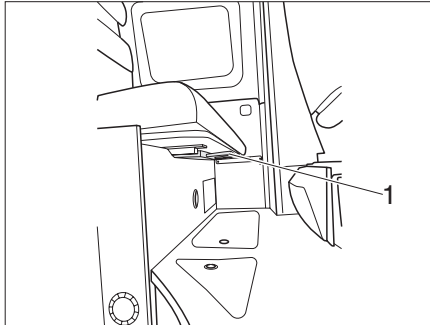

Bild 39 Justera sätet
- ▶ Ta tag i spaken (Bild 39,1) under sätet och dra framåt.
- ▶ Släpp spaken (Bild 39,1) igen.